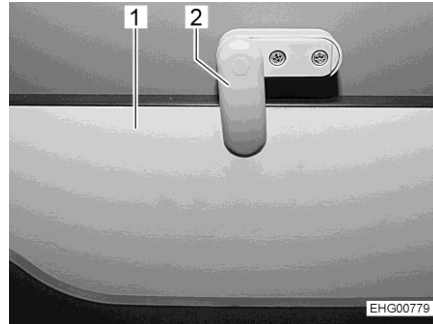

Bild 66 Arretierung
- Arretierung (Bild 66,2) lösen.
- Aufstiegsstritt (Bild 66,1) aufklappen.